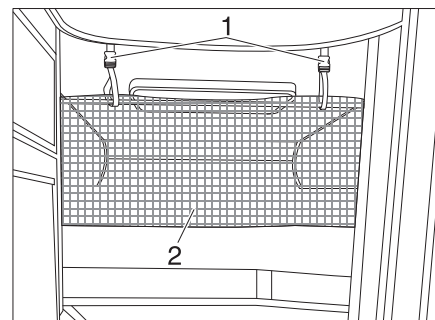

Fig. 170 Red de seguridad
La red de seguridad (Fig. 170, 2) viene de serie entre el colchón y el somier. Tender la red de seguridad cuando la persona ya se encuentre en la cama.
- Engatillar las cintas de sujeción (Fig. 170, 1) en los soportes en el techo.
La red de seguridad (Fig. 170,2) está almacenada de serie entre el colchón y el somier. Tender la red de seguridad cuando la persona ya se encuentre en la cama.
- Encastrar las cintas de sujeción (Fig. 170,1) en los soportes en el techo.